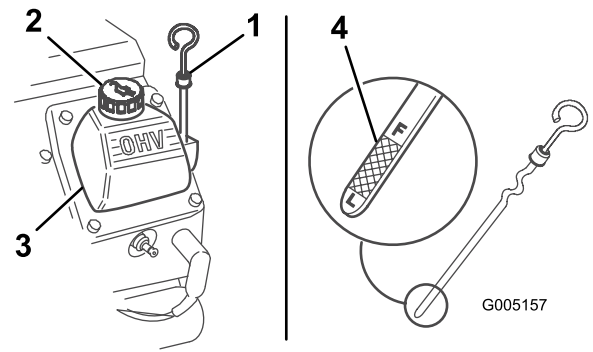

Figura 24
4. Retire la varilla y limpie el extremo metálico (Figura 24).
5. Introduzca la varilla a fondo en el tubo de la varilla (Figura 24).
7. Si el nivel de aceite es bajo, limpie la zona alrededor del tapón de llenado y retire el tapón (Figura 24).
3. Limpie la zona alrededor de la varilla de aceite (Figura 24).
12. Retire el tapón de llenado de aceite (Figura 24) y vierta lentamente aproximadamente el 80 % de la cantidad especificada de aceite a través de la tapa de la válvula.